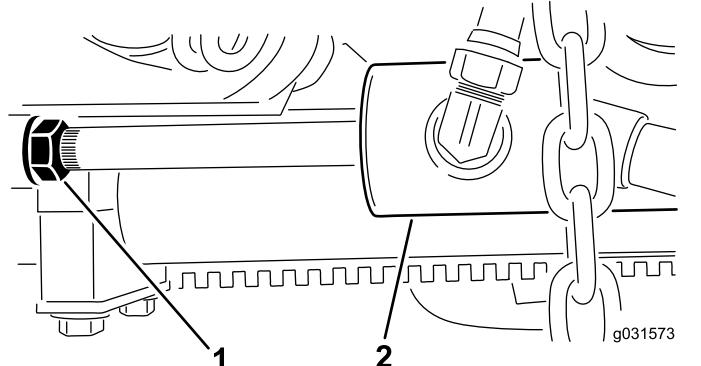

Bild 13
- A. Drehen Sie die die Klemmmutter am Zylinder heraus (Bild 13).